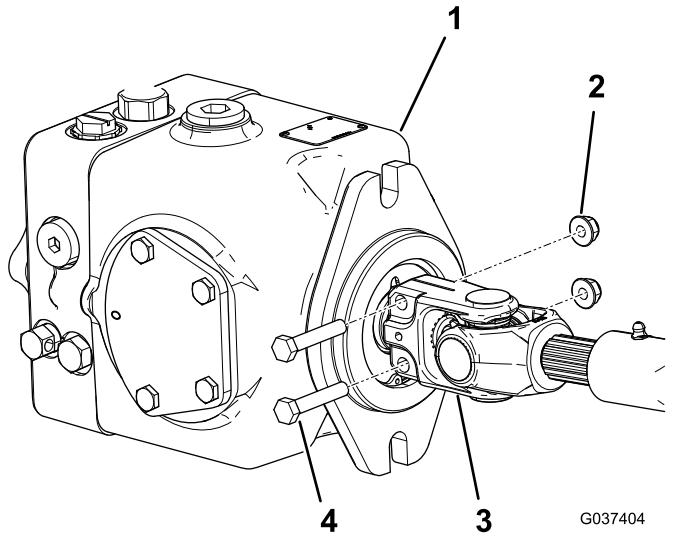

図 2
4. 既存の駆動シャフトの小さい方の端部を油圧ポンプに固定しているフランジナット2個とボルト2本を外す図 2。
13. 駆動シャフトの小さい方の端部に、ボルトのフランジナット先ほど取り外して保管しておいたものを取り付ける図 2。
14. 駆動シャフトの小さい方の端部を、油圧ポンプのシャフトに取り付け、フランジナットを締め付ける図 2。